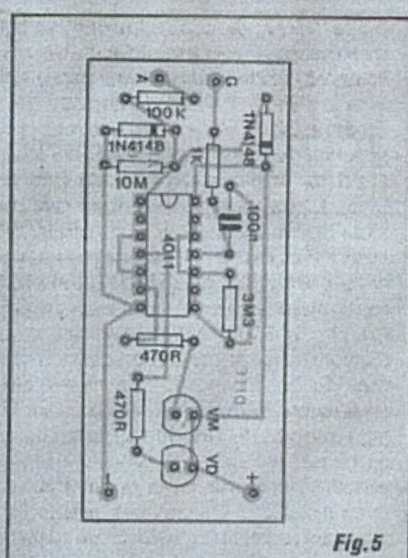

Fig. 5
- FIG. 5 - "CHAPEADO" DA MONTAGEM - O lado "sem cobre" da placa, com praticamente todas as peças já colocadas (identificadas pelos seus códigos, valores, polaridades e outras estilizações dentro da norma gráfica adotada por APE/ABC DA ELETRÔNICA...). Como sempre, os componentes polarizados são os que requerem maior dose de atenção: o Integrado, com a extremidade marcada voltada para o resistor de 10M, o diodo, com a sua "ponta" de *catodo* (marcada) na direção do resistor de